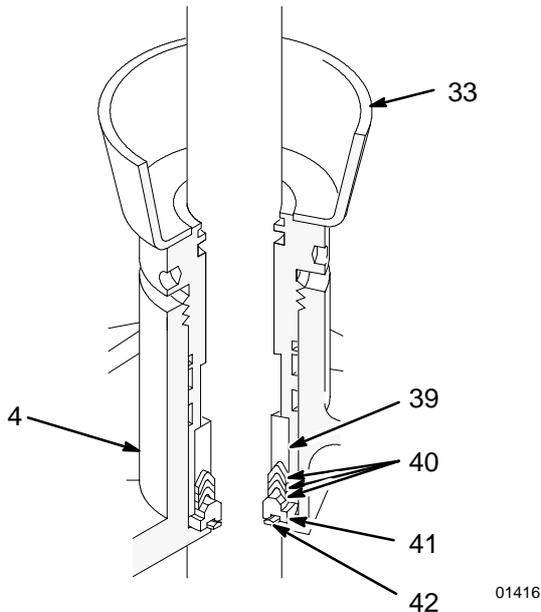

Abb. 10
1 Siehe Abb. 10.
- Packungsmutter (33) herausschrauben. Packungen (40) und Gegenring (39) von der Mutter abnehmen. Siehe Abb. 10.